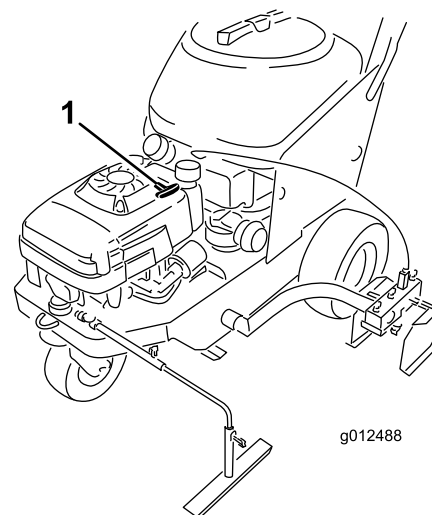

Figure 13
Le lanceur (Figure 13) est situé sur le haut du moteur. Tirez sur le lanceur pour mettre le moteur en marche.
6. Tirez lentement la poignée du lanceur (Figure 13) jusqu'à ce que vous sentiez une résistance, puis tirez vigoureusement. Laissez le lanceur se rétracter lentement jusqu'au moteur.